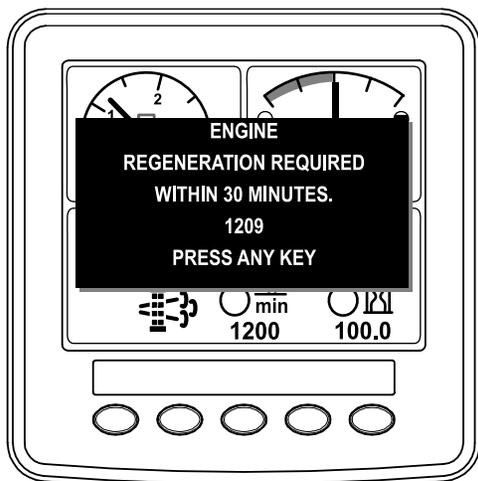

図 63
- この要求インフォセンターに表示されたアイコンを無視してマシンの使用を続けると 図 63、DPF 内部に大量のすすがたまります。